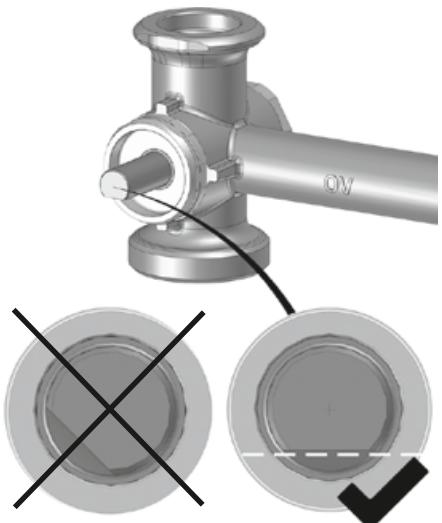

Abb. 22
- Stellmotor auf Adapter (3) aufsetzen und fest auf das Mischergehäuse aufdrücken, bis er hörbar einrastet. Dabei auch an den Gehäusestegen zur Verdrehung orientieren (Abbildung 22).